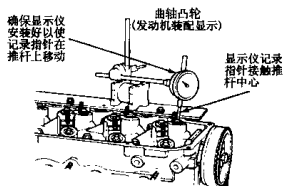
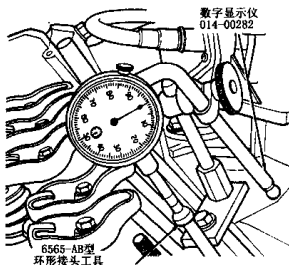

图1-4 有推杆发动机图
图1-5 有推杆典型发动机图
- (1) 顺序检查每个凸轮升程并记下读数。
① 拆下气门摇臂盖。
② 拆下摇臂支承销、摇臂和支承。
③ 确保凸轮与推杆紧密接触,在凸轮推杆顶部安装一个数字显示仪,对于无气门推杆和有气门推杆的发动机,仪器安装分别如图1-4和图1-5所示。